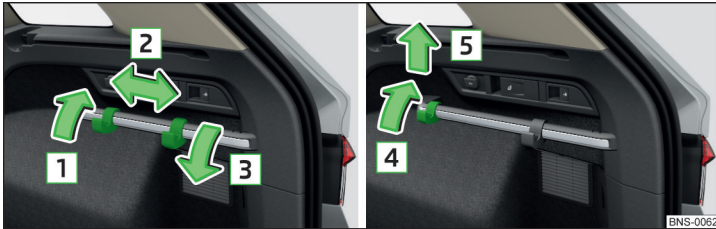

Abb. 146 Haken über die Befestigungsleiste verschieben / Haken abnehmen
- Den Haken in Pfeilrichtung **1** nach oben klappen und in die gewünschte Position in Pfeilrichtung **2** verschieben » Abb. 146.
- Den Haken in Pfeilrichtung **4** nach oben klappen, bis dieser sich löst, und in Pfeilrichtung **5** abnehmen » Abb. 146.
- Den Haken an die Befestigungsleiste entgegen der Pfeilrichtung **5** ansetzen und leicht andrücken » Abb. 146.